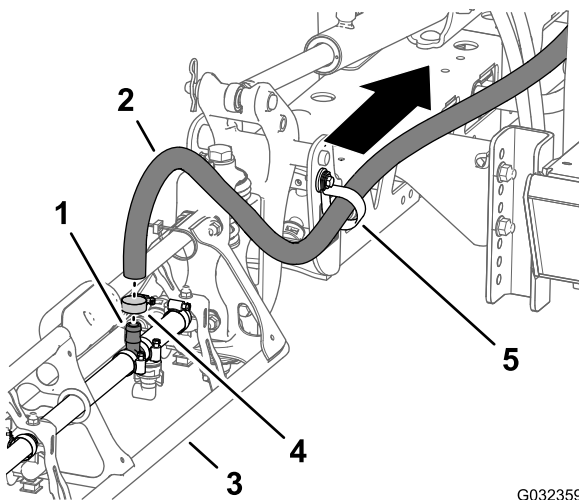

Bild 42
1. Entfernen Sie am äußeren Auslegerabschnitt die Schlauchklemme, mit der der Zulaufschlauch für den Auslegerabschnitt am gezahnten T-Anschlussstück befestigt ist (Bild 42).
2. Nehmen Sie den Schlauch vom T-Anschlussstück ab (Bild 42).
3. Nehmen Sie das freie Ende des Schlauchs von der R-Klemme ab (Bild 42).